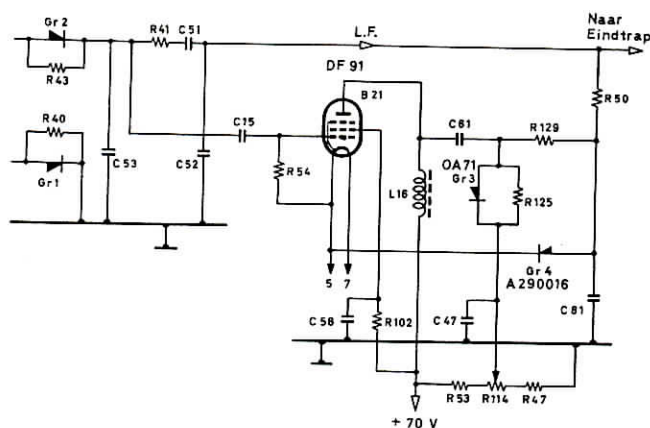

fig. 2
van twee dioden type OA74. De door de discriminator afgegeven L.F.-spanning wordt via het relais Re1 geleid naar de L.F.-eindtrap (10) die is voorzien van de buis type EF95, vanwaar het L.F.-signaal via een aanpassingstransformator naar de telefoon wordt gevoerd. De ontvanger is tevens nog voorzien van een ruisonderdrukkerschakeling (23), die een versterkerbuis DF91 (B21), een kristaldiode OA71 (Gr3) en een Selenium gelijkrichter Gr4 (A 290 016) bevat (zie fig. 2).